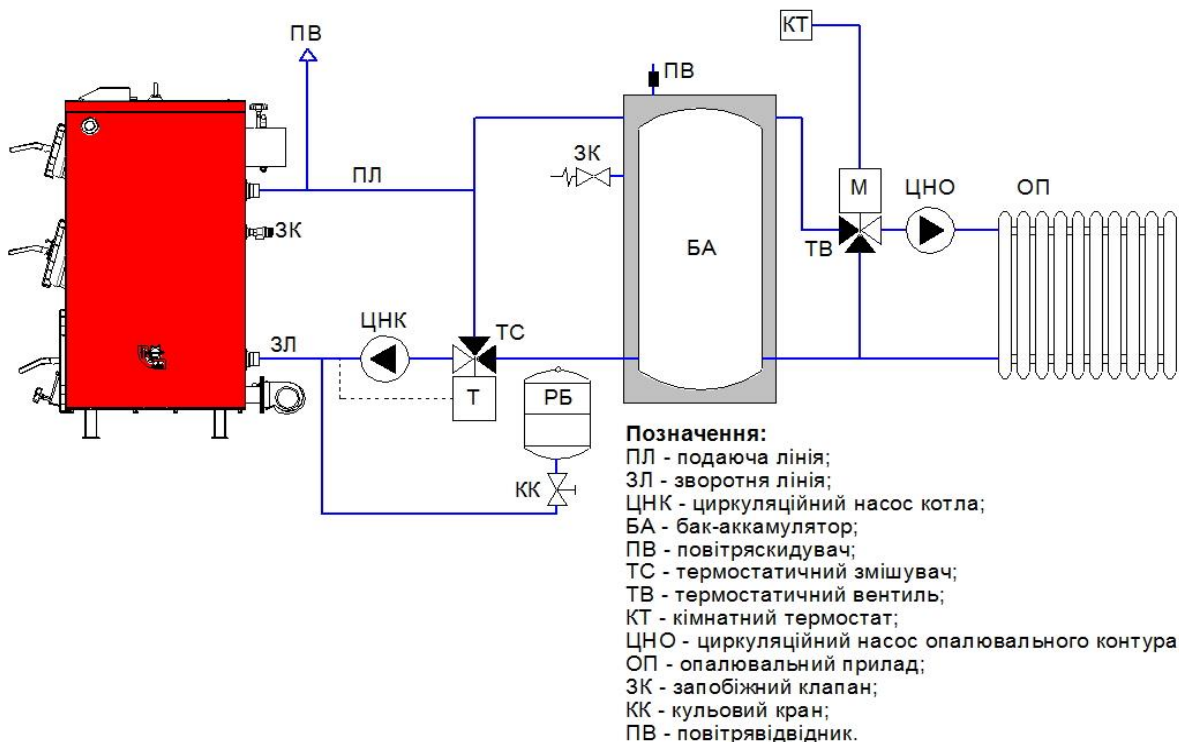
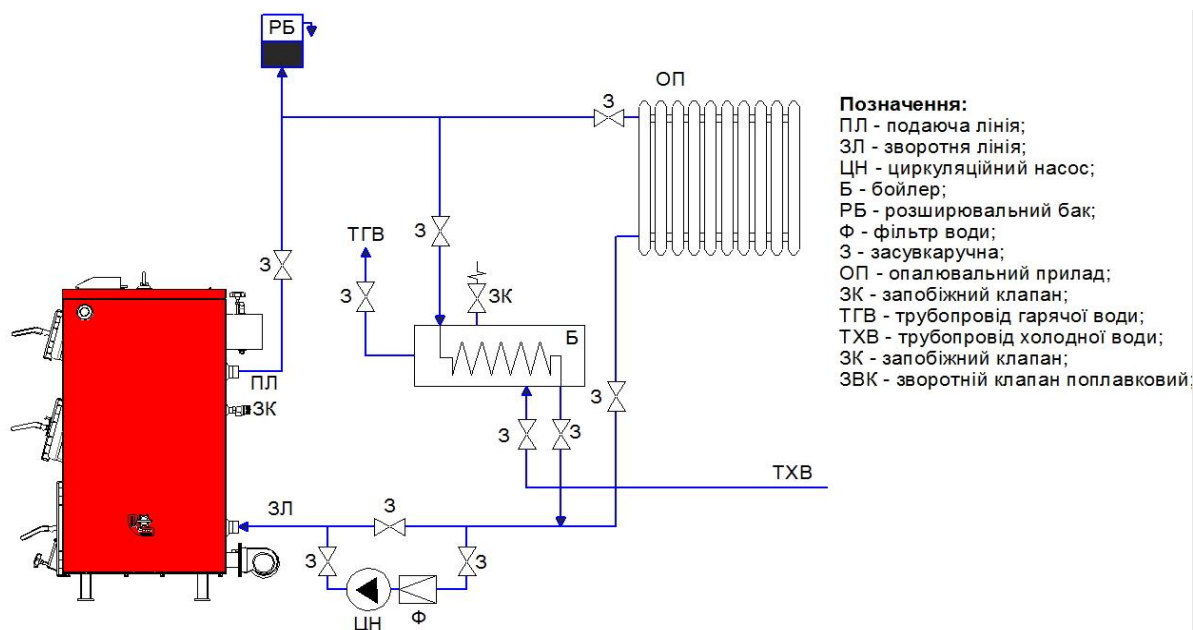

Рис.4 Схема обв'язки котла з баком акумулятором (рекомендована)
Рис.5 Схема обв'язки котла з бойлером (рекомендована)
7.3.4 Типові схеми обв'язки котла наведені на Рис.4, Рис.5